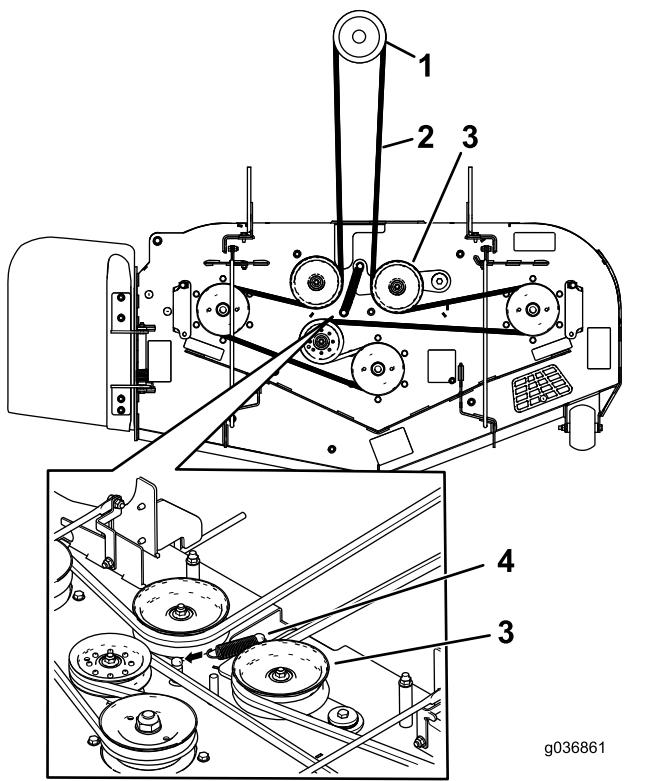

Figura 63
10. Pase la correa nueva alrededor de las poleas del cortacésped y de la polea del embrague, debajo del motor (Figura 63).
11. Instale el muelle tensor (Figura 63).